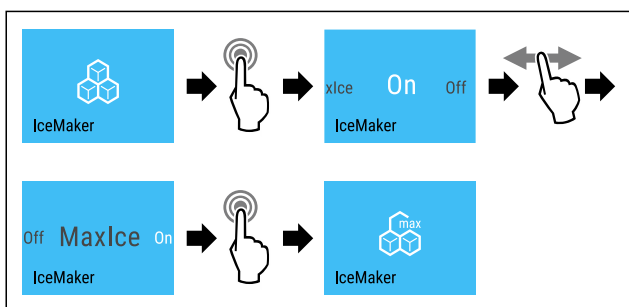

Fig. 21
- ▶ Stappen (zie Fig. 21) uitvoeren.